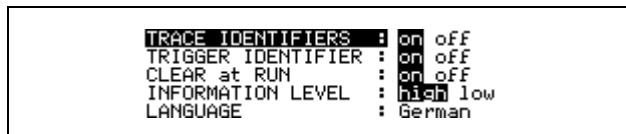

Abbildung 6-12 Das Fenster des Startup-Menüs
1. Drücken Sie die Taste (MORE OPTIONS) im Menü "User Options" und öffnen Sie das Fenster STARTUP MENU (siehe Abbildung 6-12).